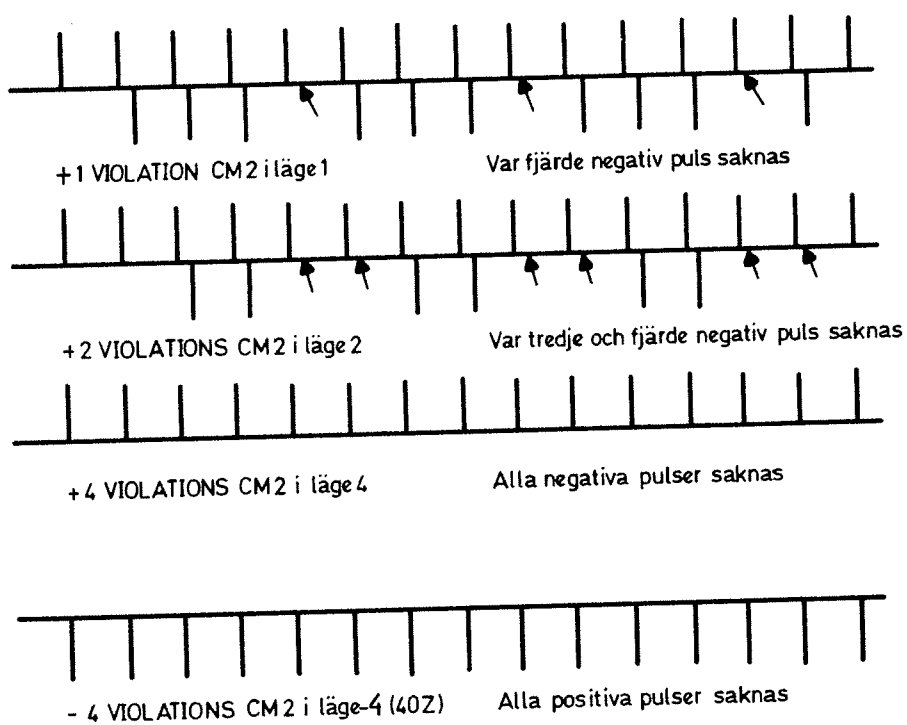

Bild 15
- Kontrollera att bitmönstret ändras enligt bild 15.